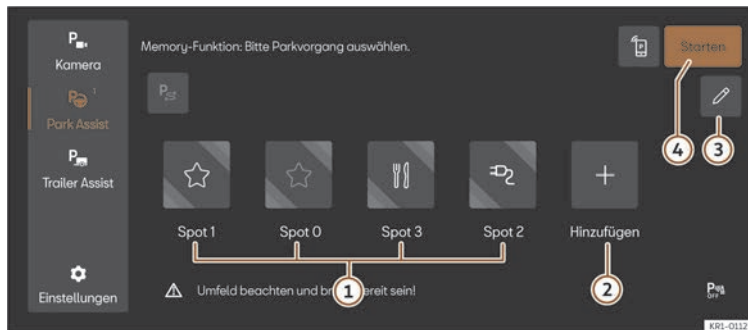

Abb. 157 Schematische Darstellung: Menü des Parksystems mit Memory-Funktion.
4. Wählen Sie die Funktionsfläche, weisen Sie das gewünschte Symbol (**>>>** **(Abb. 157)** **①**) zu und bestätigen Sie es.
2. Tippen Sie ggf. auf das Symbol des verfügbaren Parkplatzes im Menü des Parksystems >>> (Abb. 157) ①. Die Funktionsfläche wird kupferfarben angezeigt.
3. Drücken Sie die Taste **Starten** >>> (Abb. 157) ④.